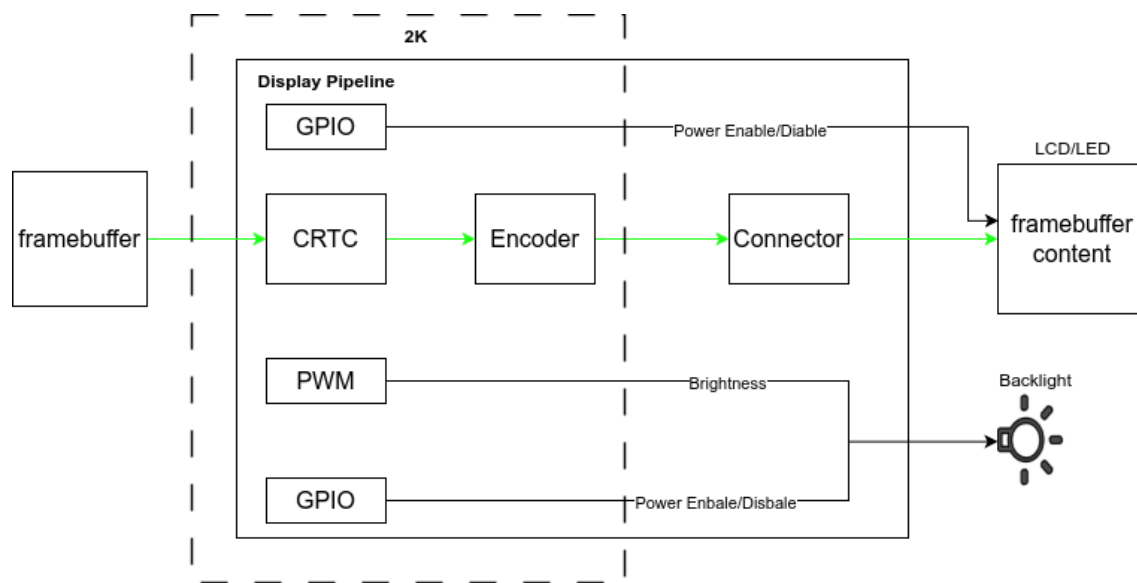

图4-3 液晶屏显示管线
**方案说明:** 将2K3000作为主控时, 硬件参考设计如图4-3。EDP显示接口的AUX通道用于实现读取EDID功能, 使用芯片的GPIO管脚来控制背光电源和液晶屏电源。